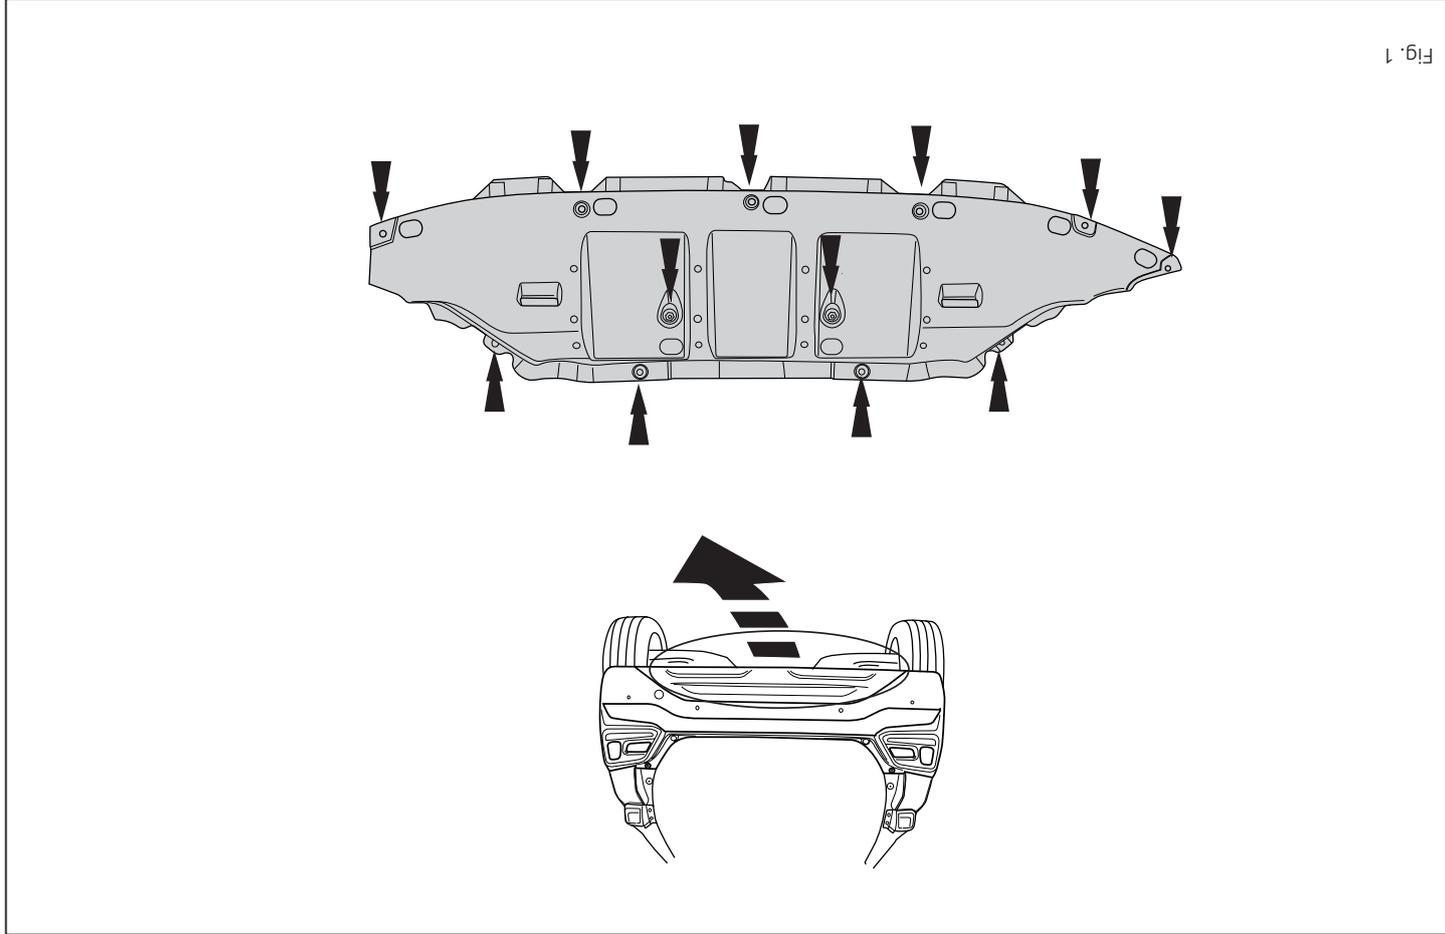

Fig. 1
1. Remove the plastic protective cap. See figure 1.
1. Die Kunststoffschutzkap abmontieren. Siehe Abbildung 1.
1. Снять пластмассовые защитные колпаки. См. рисунок 1.